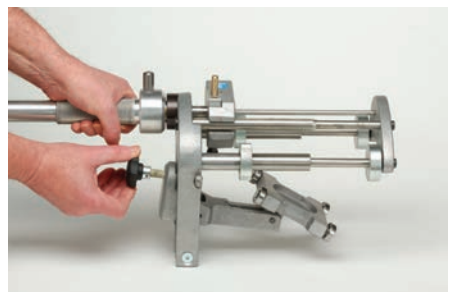

Abb. 3
- Durch Druck gegen den Sterngriff **(5)** Arretierung aufheben und Spanschlitten **(4)** herunterfahren (Abb. 3).
- Arretierung des Spannschlittens (4):
- Einstellung des Spannschlittens (4) auf die der Rohrwanddicke entsprechenden Rasterung (Abb. 3). Der Tragarm des Spannschlittens (4) sollte etwa parallel zur Rohrwand ausgerichtet sein.